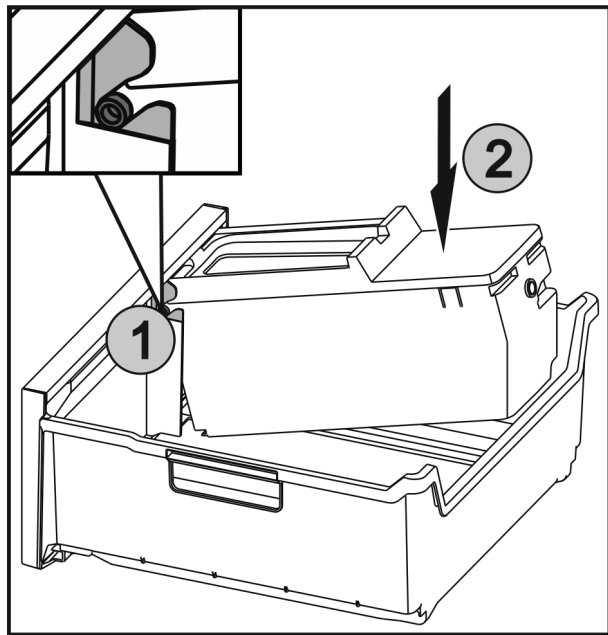

Fig. 83
- ▶ Insérer les axes Fig. 83 (1) sur l'EasyTwist-Ice dans les guides et appuyer sur le côté arrière Fig. 83 (2) jusqu'à ce que la languette s'enclenche.